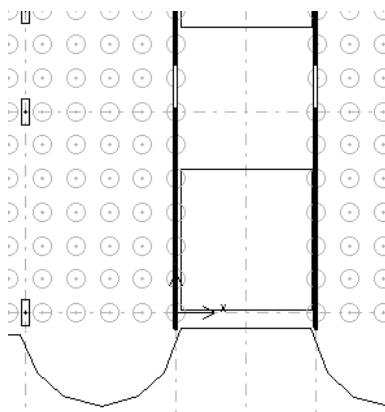

Рис. 2.9. Положення початку системи координат
12. Перенесіть початок системи координат в точку, показану на рис. 2.9.